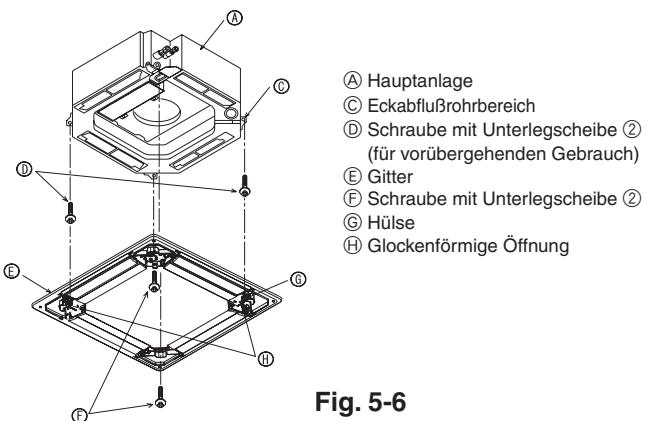
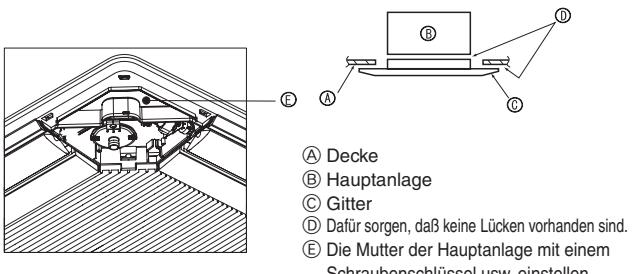

Fig. 5-6
Fig. 5-7
5.4.2. Vorläufige Installation des Gitters (Fig. 5-6)
- Das Gitter provisorisch mit den glockenförmigen Öffnungen sichern, indem die Hülse des Gitters mit der Kennzeichnung ⑥ auf den Ablaufröhrbereich in der Ecke der Hauptanlage gesteckt wird.
5.4.3. Das Gitter sichern (Fig. 5-7)